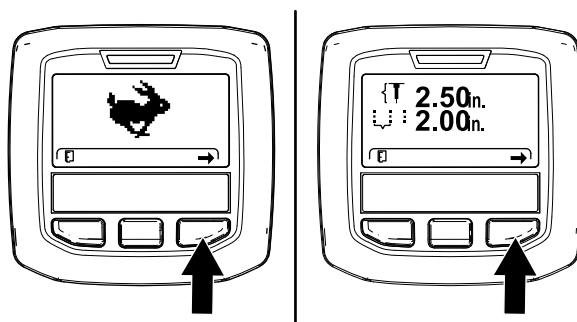
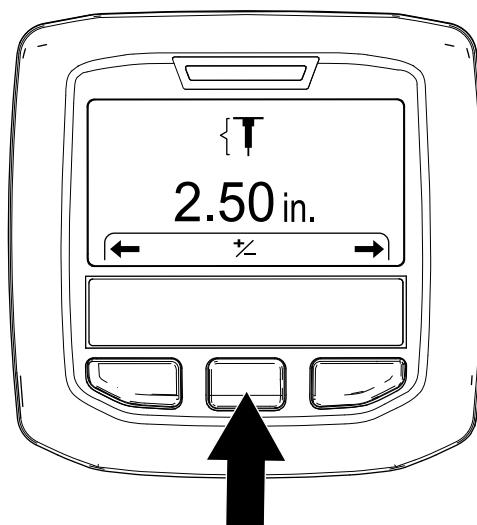

Figure 51
Figure 52
3. Appuyez sur le bouton droit de l'InfoCenter jusqu'à ce que l'écran Setting the Hole Depth (réglage de la profondeur des trous) s'affiche (Figure 51 et Figure 52).